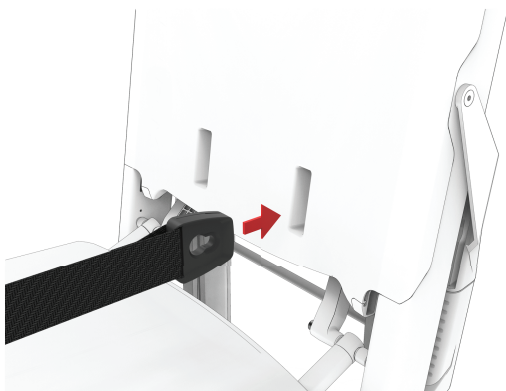
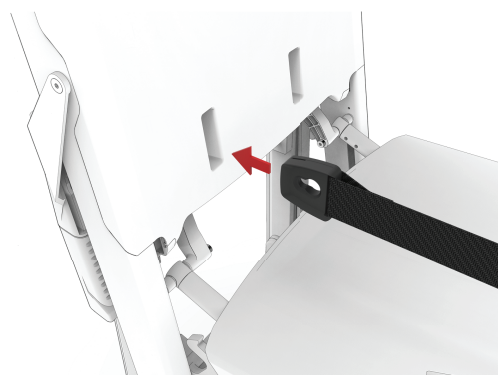

**Figura 18 – Poste do assento, paralelo**
**Figura 19 – Poste do assento, cruzado**
**Nota** - Pode fixar o clipe do assento na configuração paralelo ou cruzada, dependendo do tamanho do doente (Figura 18 e Figura 19).